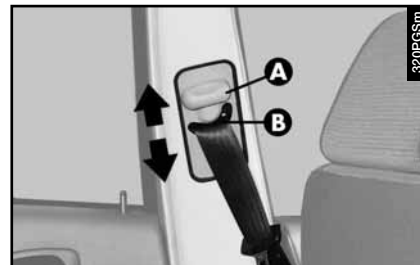

fig. 52
Para realizar la regulación levantar o bajar la empuñadura (**A-fig. 52**) del mecanismo de bloqueo, desplazando al mismo tiempo el anillo oscilante (**B-fig. 52**) en la más idónea de las posiciones posibles.
***Después de la regulación, compruebe siempre que el cursor al que está fijado la argolla, esté bien bloqueado en una de las posiciones predispuestas. Por lo tanto, después de haber soltado el pulsador (A-fig. 52), tírela nuevamente hasta que oiga el "clac" de bloqueo, en caso de que no se hubiese bloqueado en una de las posiciones estables.***